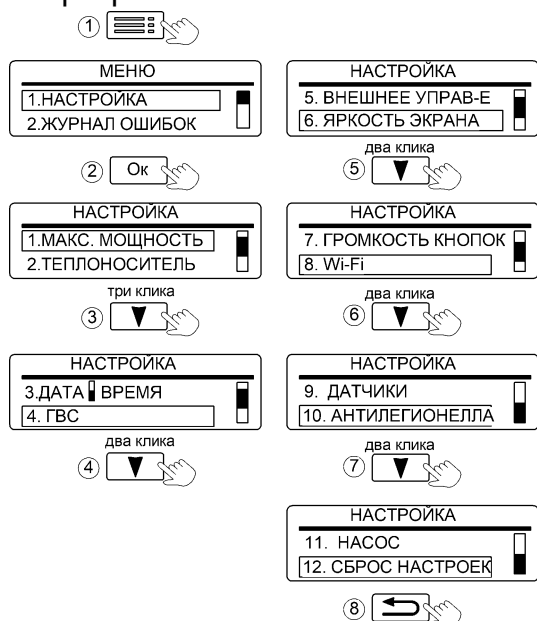

Рисунок 15. Вид вкладки настройка
**11.1** Во вкладке «НАСТРОЙКА», (см. рис. 15), настраиваются внутренние параметры работы котла.